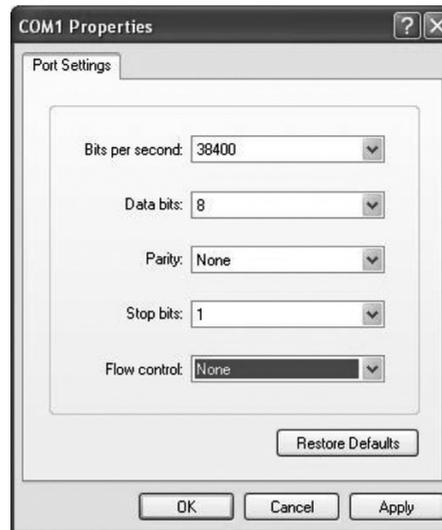

Figura 6-7 Configurações de portas
5. Configure a porta selecionada na etapa anterior conforme mostrado na Figura 6-7 a seguir. Configure os Bits por segundo como 38400, os Bits de dados como 8, Paridade como Nenhuma, Bits de parada como 1, Controle de fluxo como Nenhum e, em seguida, clique em OK.